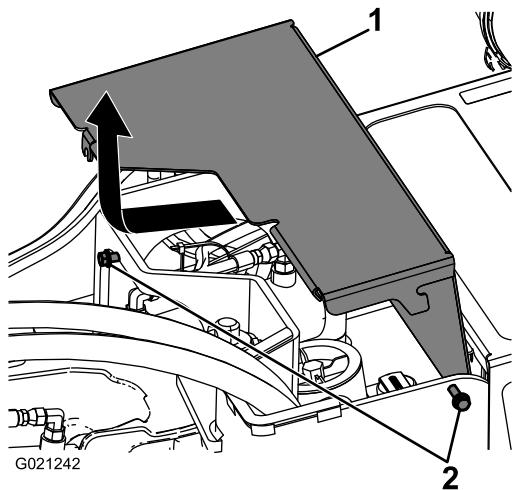

Figura 24
2. Afloje los 2 tornillos que sujetan la cubierta delantera a la máquina (Figura 24).
3. Deslice la cubierta hacia adelante y tirar hacia arriba para retirar la cubierta Figura 24.
2. Coloque la cubierta delantera en su sitio y apriete los 2 tornillos que la sujetan a la máquina (Figura 24).